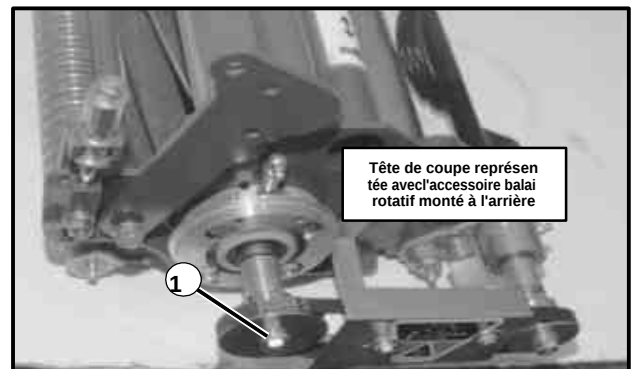

Figure 15
- NE JAMAIS** faire tourner les tambours de coupe avec vos mains ou vos doigts. Vos doigts peuvent se prendre entre le tambour et le châssis et vous risquez ainsi de vous blesser gravement. Utiliser une clé avec une douille de 9/16 pouce à l'extrémité de l'arbre de la tête de coupe pour faire tourner le tambour pendant le réglage et les essais (Voir la figure 15).